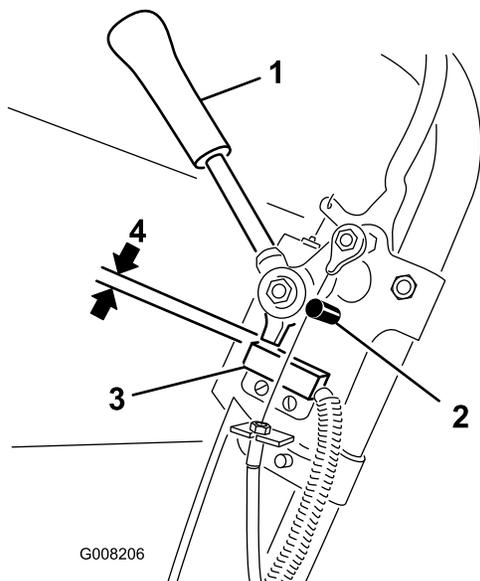

Figura 26
1. Certifique-se de que o motor está desligado e que a alavanca de tracção está desengatada e colocada na paragem neutra (Figura 26).
2. Desaperte as juntas de montagem do interruptor de segurança (Figura 26).
3. Coloque uma cunha de 0,8 mm entre a alavanca de tracção e o interruptor de segurança (Figura 26).